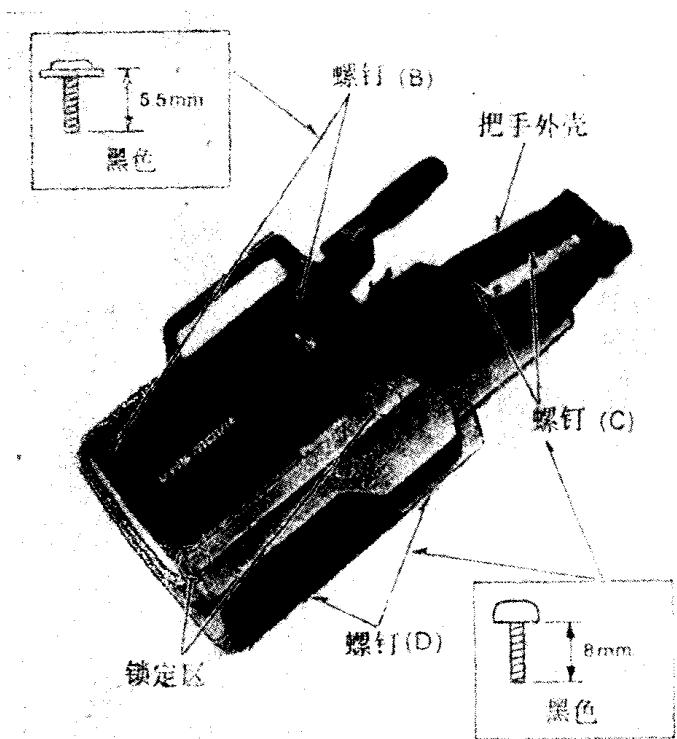

图 2-4
(1) 卸掉图 2-4 中所示的两个螺钉(C)。
(2) 卸掉图 2-4 中所示的两个螺钉(D)。